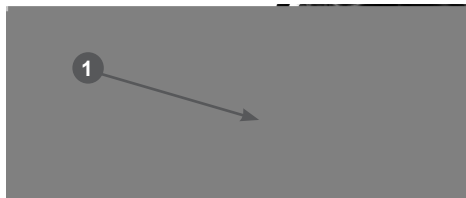

Рис. 13 Расположение пробки отверстия для заливки воды в корпус насоса
1. Открутите пробку 1 отверстия для заливки воды в корпус насоса (Рис. 13).